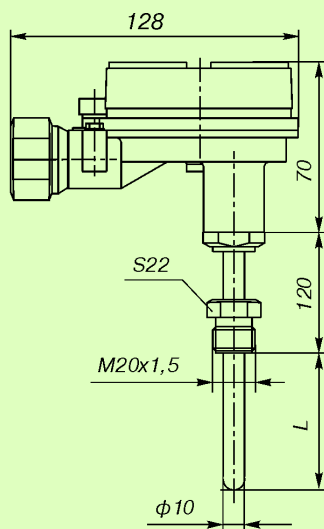

Рис.7.**
- алюминиевый сплав АК12 (рис.7).